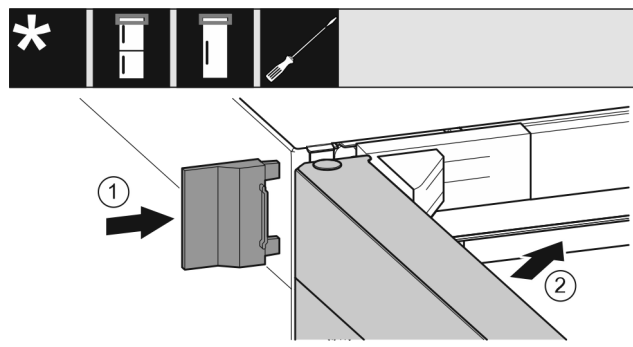

Fig. 23
- ▶ Insérer le cache extérieur Fig. 23 (1).
- ▶ Fermer la porte supérieure Fig. 23 (2).